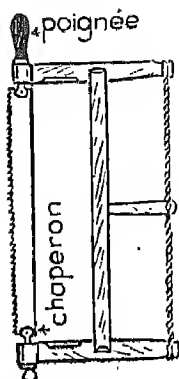

Fig. 12. — Scie à refendra. La lame peut être tournée et disposée par exemple perpendiculairement au plan de la monture.
a) Scie à refendre. L'extrémité de chaque bras est renforcée afin de recevoir un tourillon, qui peut tourner autour de son axe (fig. 12) ;